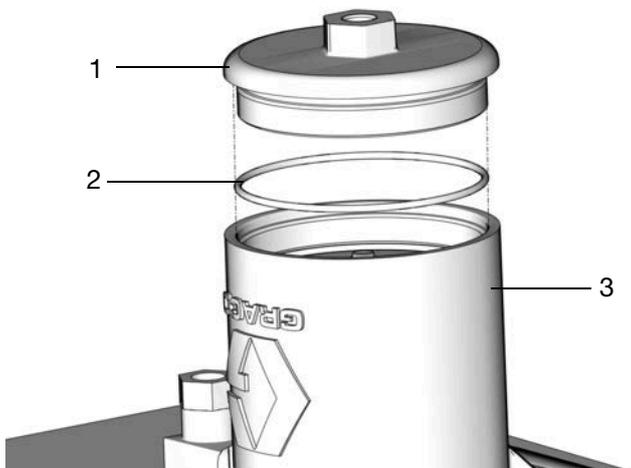

FIG. 21
19. Rimuovere il coperchio (1), l'O-ring del coperchio (2) e la molla (6). Smaltire l'O-ring secondo le norme vigenti per il corretto smaltimento (FIG. 21).